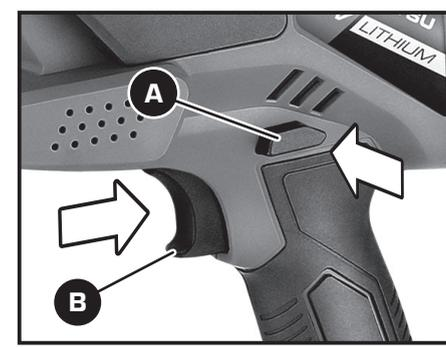

Figura 15
1. Para poner en marcha la herramienta, presione primero el botón de bloqueo (A). Luego presione el interruptor de encendido (B).
2. Suelte el interruptor de encendido para detenerla. (Figura 15).